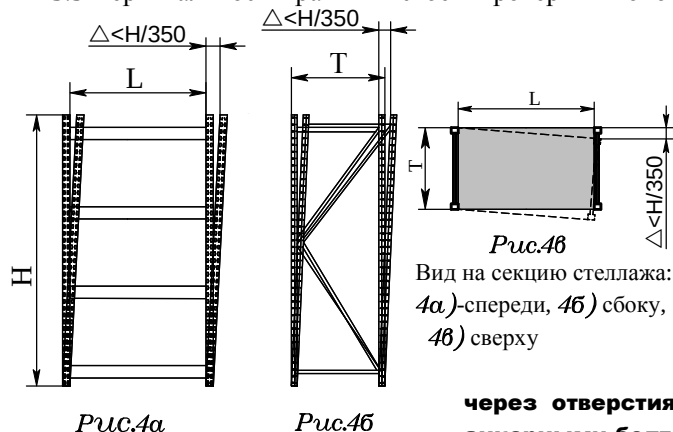

Рис.4
3.8 В процессе сборки контролировать отклонение плоскости рам от вертикальности (рис.4а), отклонение рамных стоек от вертикальности в плоскости рам (рис.4 б), а также отклонение рам от общей прямой линии в продольном направлении секции (секций многосекционного стеллажа) Максимальное отклонение не должно превышать величину H/350(рис.4- ниже)